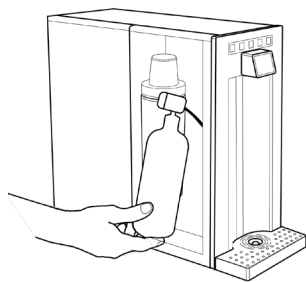

Fig. 1-14
22.2 – Se la bombola è già presente all'interno dell'apparecchio nell'apposito vano, estrarla afferrandola nella parte inferiore e mantenerla verticale, vedi Fig. 1-14, ruotare la manopola di regolazione del riduttore sulla posizione OFF, vedi Fig. 2-14 e disaccoppiarla dal riduttore di pressione, ruotandola da destra verso sinistra, vedi Fig. 3-14. Nel caso che la bombola non sia presente procurarsi una bombola idonea per essere installata all'interno dell'apparecchio avente le caratteristiche descritte nel paragrafo **20**, in termini di compatibilità con l'apparecchio e con il riduttore di pressione.